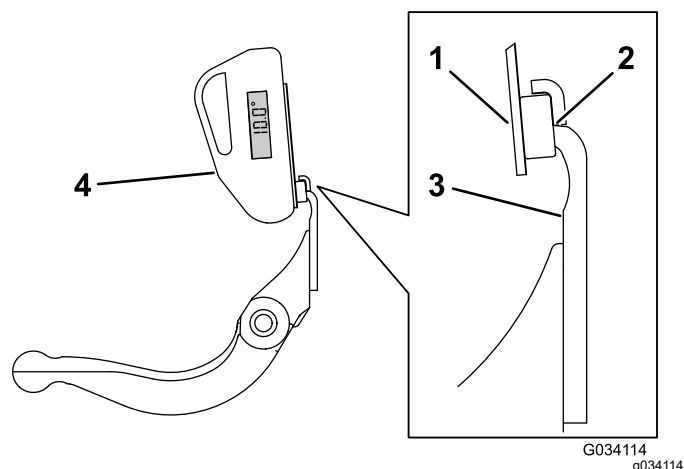

Bild 22
3. Legen Sie die Neigungsmesserbefestigung an die Kante des Unteressers, sodass die Kante des Magnets bündig mit der Kante des Unteressers ist (Bild 22).
4. Legen Sie den Neigungsmesser auf die Befestigung, wie in Bild 22 abgebildet.